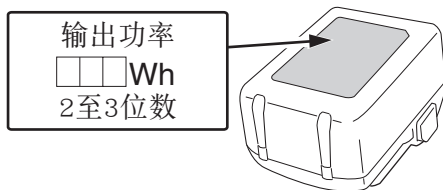

图 2
- 功率输出超过100Wh的锂离子电池被视作危险物品运输分类并且需要特别申请程序。(图2)